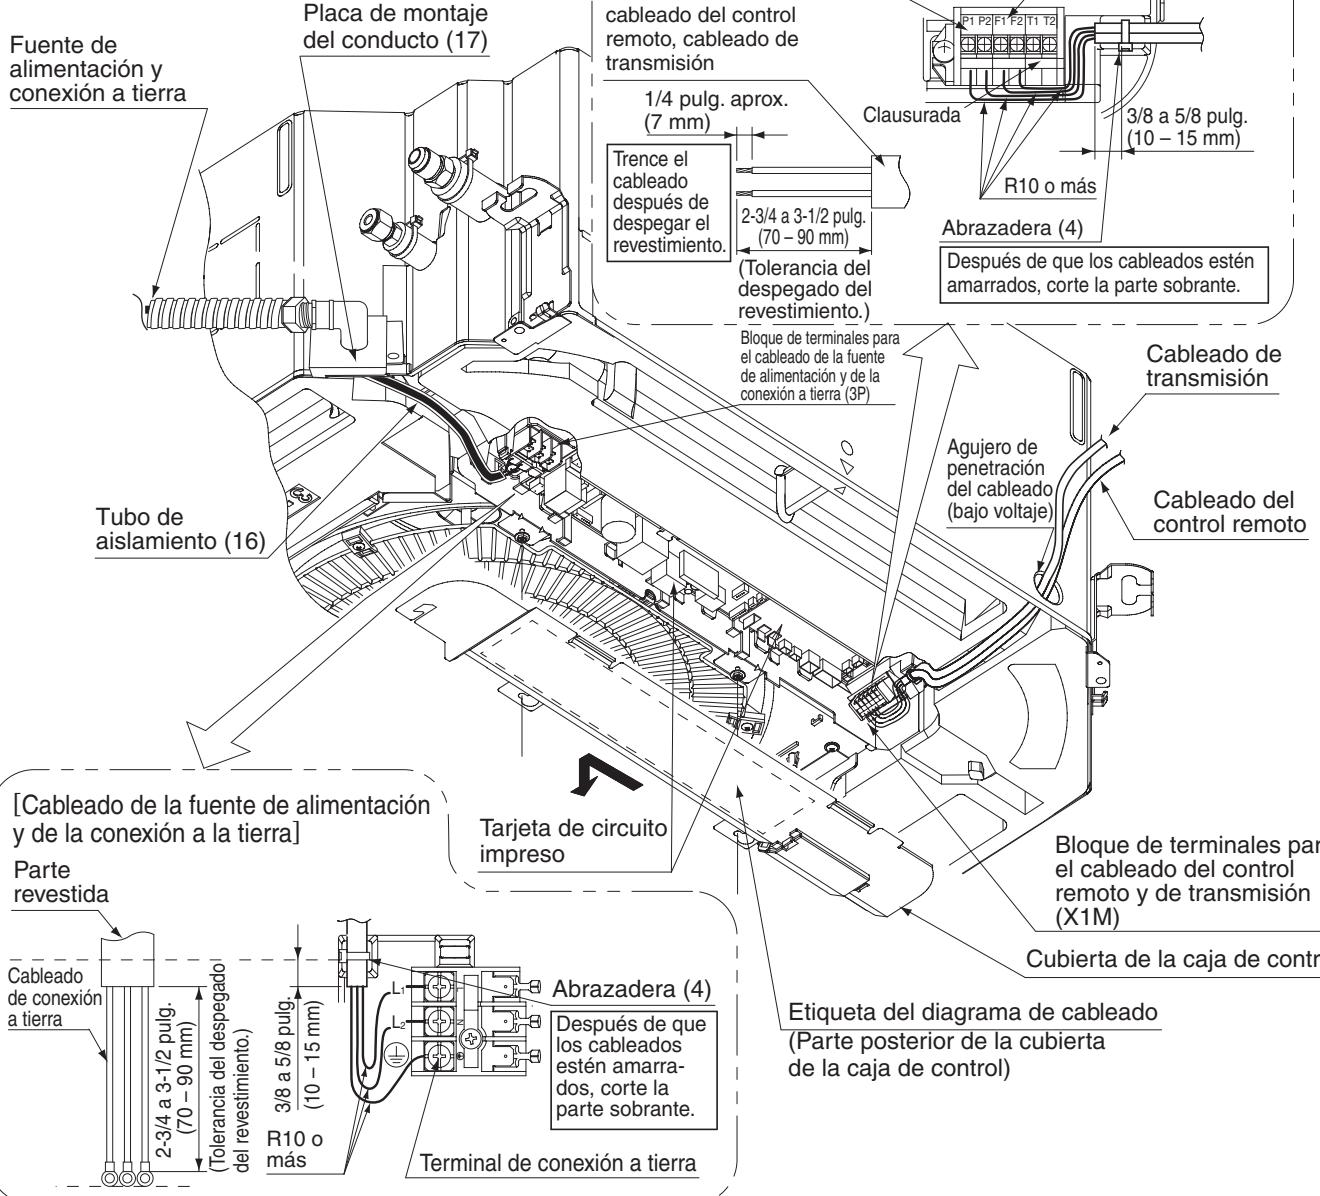

**Fig. 23-1**
- Utilice un par de la placa de montaje de conducto (17) para conectar un conducto a la unidad como se muestra en la **Fig. 23-1**. Despues de conectar el cableado de la fuente de alimentación a [L1 · L2] en el bloque de terminales de la fuente de alimentación (X2M) y el cableado de conexión a tierra al terminal de tierra, sujetélos cerca del bloque de terminales con la abrazadera incluida (4). (**Consulte Fig. 23-2**)
- Utilice un conducto tipo codo de 90° con las dimensiones en la **Fig. 23-1** para evitar que golpee la cubierta oscilante del motor del panel de decoración.